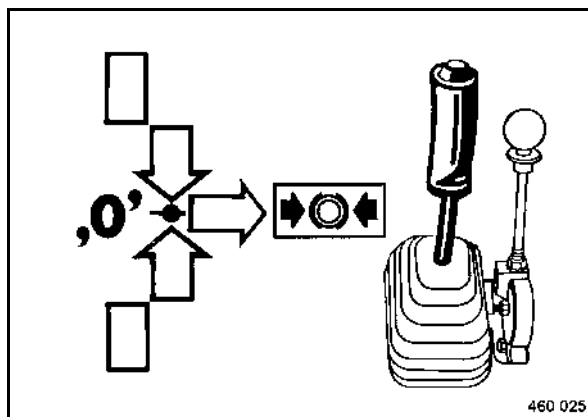

fig. 42
- Vérifier, si le levier de commande de marche droit (fig. 42) se trouve sur position de freinage.